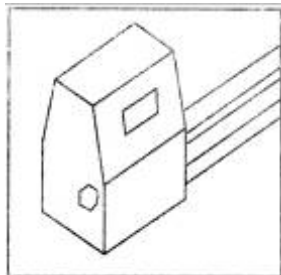

Рис.1
2. Ослабьте и выкрутите шестигранный болт с помощью ключа (рис. 1).